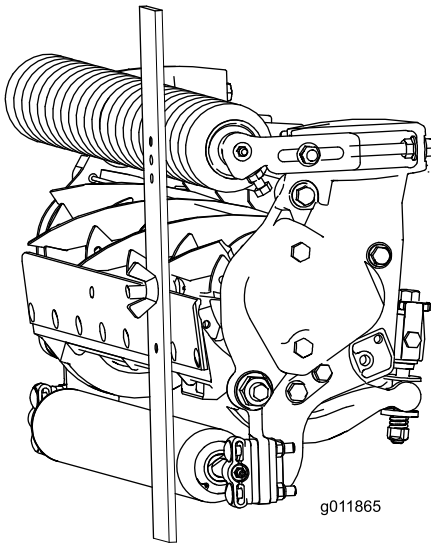

Bild 19
3. Haken Sie den Schraubenkopf an die Schnittkante des Untermessers ein, und stützen Sie das hintere Ende des Trägers auf der hinteren Rolle ab (Bild 19).
4. Drehen Sie die Einstellschraube, bis die vordere Rolle die Messlehre berührt (Bild 19). Stellen Sie beide Enden der Rolle ein, bis die ganze Rolle parallel zum Untermesser ist.